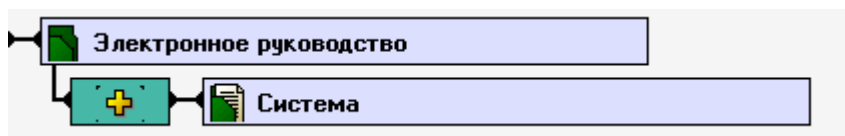

Рис. 2.44
**Электронное руководство** включает в себя элемент **Система** (Рис. 2.44).